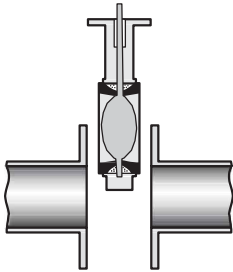

Figure 3. 설치방법 1.
- . 밸브 삽입: 밸브를 배관 플랜지 사이에 삽입할 때에는 플랜지 간격을 밸브가 충분히 들어갈 수 있도록 벌려 주시고 디스크가 밸브 바디 밖으로 벗어나지 않을 정도로 열어 줍니다. (Figure 3. 참조)